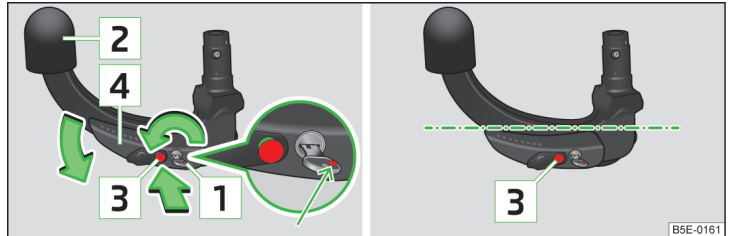

Abb. 125 Bereitschaftsstellung einstellen / Bereitschaftsstellung
- Die Kugelstange unterhalb der Schutzkappe **2** » Abb. 125 fassen.